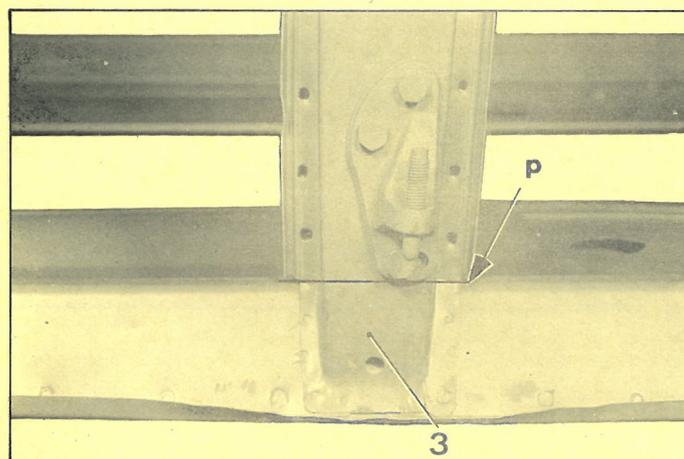

Fig. 10
en p (fig. 10)
8. Dégraffer l'embout du pied milieu (3) sur le bas de caisse (fig. 10)